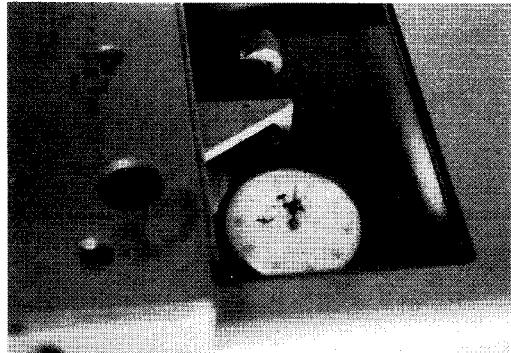

図2-26
- ② テーブル右端にあるダイヤルゲージの零点設定を行う（図2-26）。